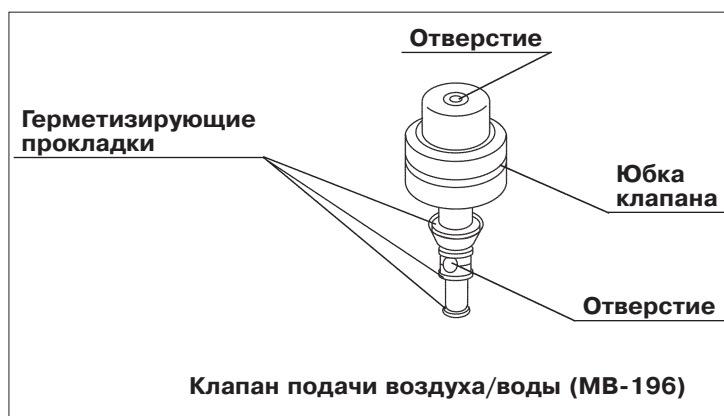

Рис. 3.5
1. Убедитесь, что отверстия клапанов не заблокированы (см. рис. 3.5 и 3.6).
2. Убедитесь в отсутствии деформаций и повреждений клапанов (см. рис. 3.5 и 3.6).
3. Убедитесь в отсутствии царапин и надрывов на герметизирующих прокладках клапана подачи воздуха/воды (см. рис. 3.5).